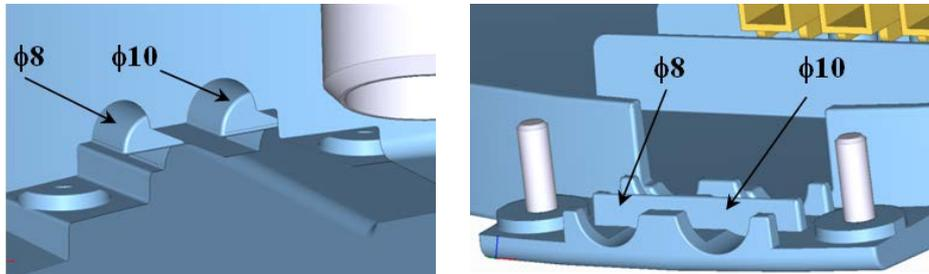
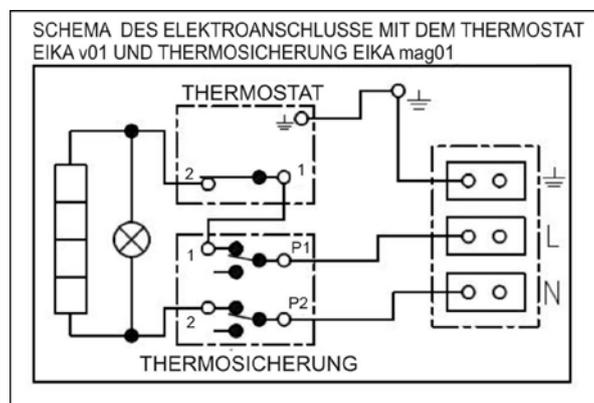

Bild 4
Bild 5
Vor der Montage ist die Tragfähigkeit der Wand zu prüfen und je nach Wandtyp geeignetes Verankerungsmaterial zu wählen, bzw. die Wand auszusteifen. Der Warmwasserspeicher ist in senkrechter Lage so anzubringen, dass sich dessen Unterkante mindestens 600mm über dem Boden befindet (Bild 1). Bei kombinierten Warmwasserspeichern ist es notwendig, vor der Aufhängung an die Wand die entsprechenden Knierohre an den Heizwassereintritt und Warmwasseraustritt anzuschließen und durch deren Ausrichtung die Montage von rechts bzw. von links zu bestimmen (Bild 4). Angesichts der verschiedenen Arten tragenden Mauerwerks und des breiten Sortiments an speziellem, auf dem Markt erhältlichen Verankerungsmaterials gehört diese Materialausstattung ab Herstellerwerk nicht zum Lieferumfang. Das Verankerungssystem hat je nach Gegebenheiten individuell angepasst zu werden. Wir empfehlen, eine Fachfirma mit Wandmontage und Verankerung zu beauftragen oder einen Fachmann hinsichtlich der Verankerung zu konsultieren.
Der Anschluss ist gemäß des Anschlussschemas durchzuführen. Die im Werk vorgenommene Schaltung darf nicht geändert werden! (Bild 5) In der Abdeckung der Elektroinstallation ist die Trennscheibe zu entfernen, die dem Durchmesser der Zuleitung  $\phi 8$  oder  $\phi 10$  (Bild 4) entspricht. Die Schutzart der elektrischen Teile des Warmwasserspeichers ist IP 44. Leistungsbedarf elektrischen Körpers beträgt 2000W.
- Das Schema des Elektroanschlusses ist dem Wassererhitzer am Gehäuse der Elektroinstallation (Bild 5) beigelegt.